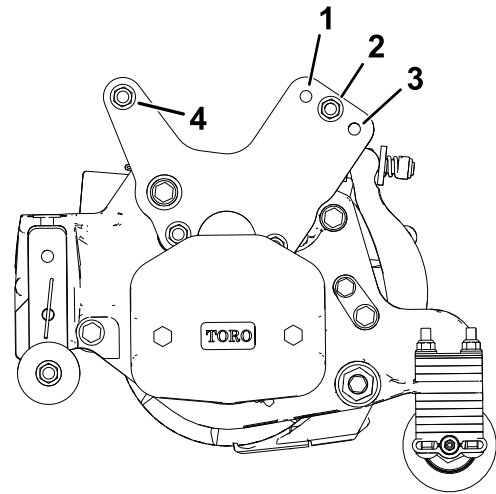

Figure 20
**Remarque:** Montez les biellettes de l'unité de coupe à la position n° 1 pour obtenir une coupe **moins** agressive, ou à la position n° 3 pour une coupe **plus** agressive (Figure 20).
3. Voir les configurations d'agressivité de coupe sur la Figure 20.